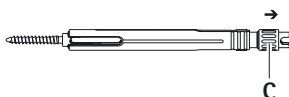

Afb. 5
- Schuif buitenhuls **A** in de richting van de pediculusschroef en klem de pediculusschroef vast in klemhuls **2** met klemschroef **C**, zie Afb. 5.